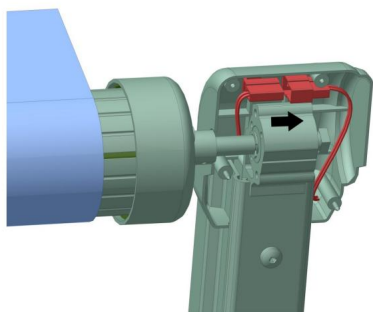
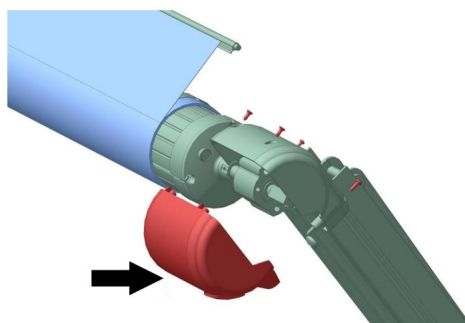

Figura D15
Figura D16
3.7.1 Posizionare la copertura decorativa sulla parte superiore del braccio pieghevole lato motore (Figura D15), collegare il cablaggio del motore e reinstallare la copertura decorativa. (Figura D16)